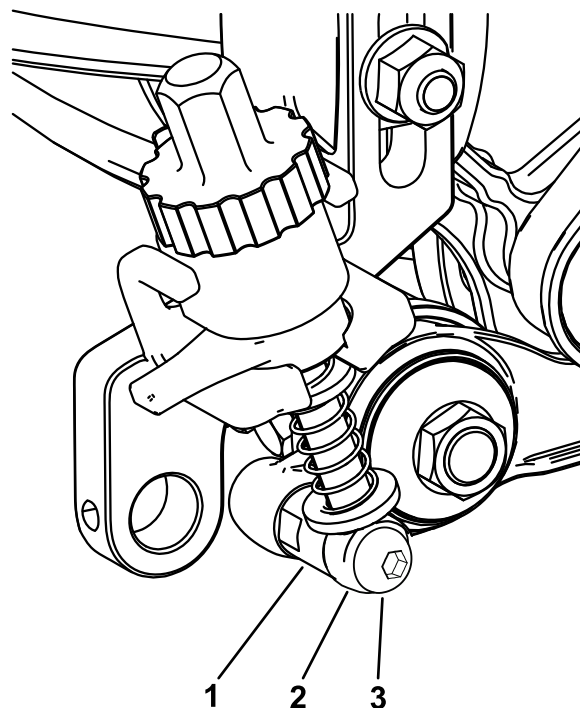

図 23
5. アイドラアセンブリ側で、アジャスタアームアセンブリのロッドをアイドラアセンブリに固定するショルダボルトをアジャスタアームのロッドとアジャスタカラーに 図 23 のように通し、20-26 N·m 2.2-2.6 kg·m = 15-19 ft-lb にトルク締めする。